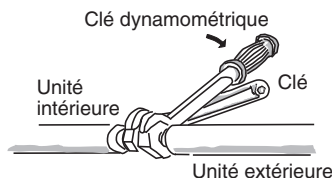

Fig. 5-6
- (2) Pour fixer les écrous évasés, appliquez le couple de serrage spécifié.
- Lors du démontage des écrous évasés des connexions de tube, ou lors de leur serrage après la connexion du tube, utilisez toujours 2 clés à molette ou des clés. (Fig. 5-6)